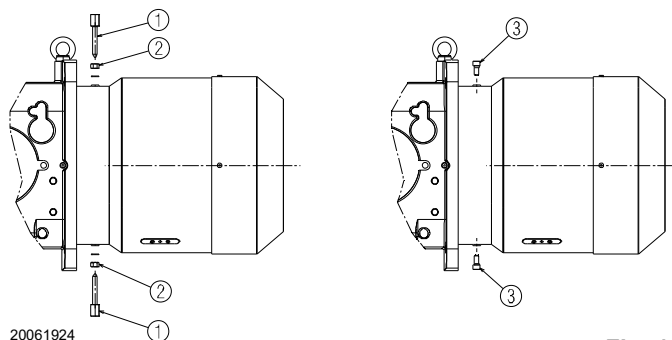

Fig. 10
- Antes de montar el quemador en la caldera, retirar los tornillos y las tuercas 1)-2)(Fig. 10).